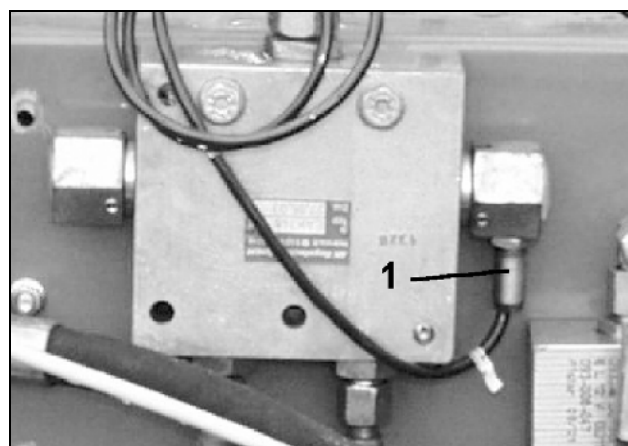

Fig. 63
- Ved såmaskiner med spormarkører kommer signalerne fra sensorene (Fig. 63/1) ved markørskiftet.